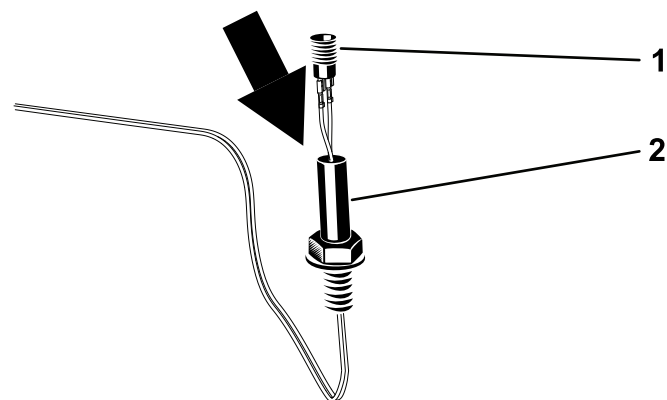

図 7
4. ビーコン用ソケットとコネクタとを接続するソケットの方を回すこと 図 7。